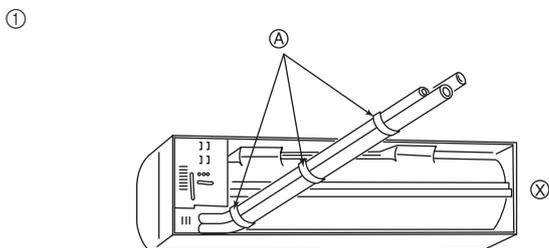
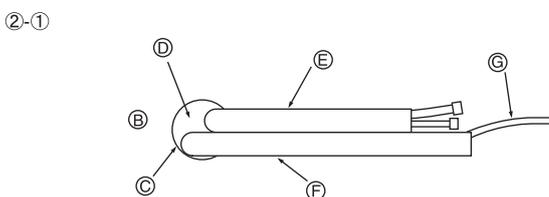

Fig. 3-4
Fig. 3-5
- ① Attachez un fil à l'orifice.
- ② Ce niveau peut être obtenu facilement en attachant un poids au fil et en alignant le fil avec la marque.
- ① Tuyautage arrière, droit et inférieur (Fig. 3-4)
- ② Tuyautage gauche et arrière gauche
- ②-① Pour le tuyautage arrière gauche, sortir les tuyaux de l'orifice pour déterminer leur longueur correcte puis les couder. L'appareil intérieur devrait être installé sur la structure de montage mural. (Fig. 3-5)